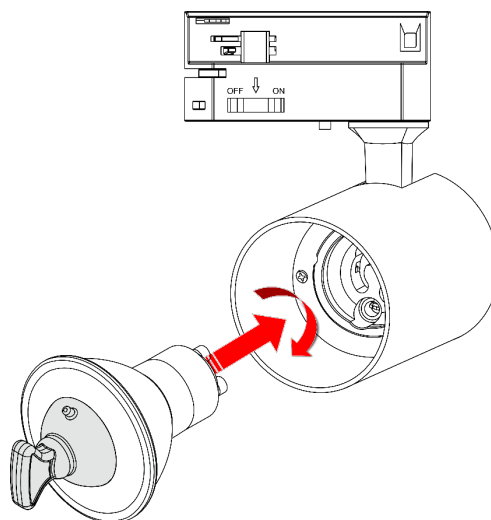

Fig. 05
- 02) Insérez l'ampoule dans la **douille (04)** et tournez-la dans le sens des aiguilles d'une montre jusqu'à ce qu'elle se mette en place (voir fig. 05).